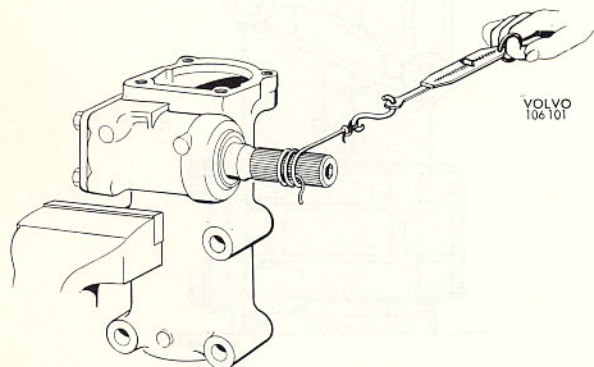
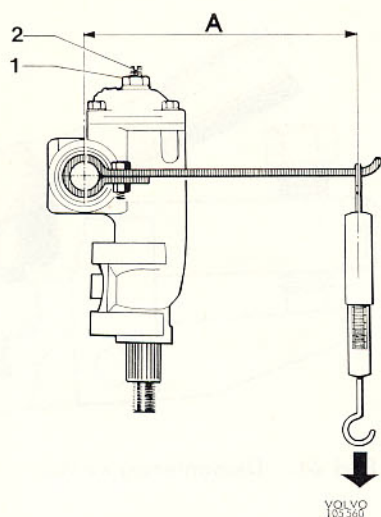

Bild 53. Kontroll av lageransättning
Bild 56. Kontroll av förspänning, skruv-rulle
4. Montera styrskraven med lager i huset försiktigt så att inte tätningsringen skadas. Fäst styrhuset i ett skruvstycke så, att styrskraven kommer vågrätt. Montera nedre lock och bricka samt justermellanlägg av samma tjocklek som fanns tidigare. Dra fast locket under kontroll av att rattaxeln går lätt runt dock utan att glappa. Vid rätt ansättning av lagren skall det erfordras ett moment av 1—2,5 kpcm för att vrida styrskraven. Momentet mäts med snöre och fjädervåg enligt bild 53. Vågen skall ge ett utslag av 1—2,5 kp. I annat fall justeras genom att lägga till eller ta bort mellanlägg.
mittläget. Inställning av "tryckpunkten" kan mätas på olika sätt. Sker mätningen med snöre och fjäder, jämför bild 53, skall vågen ge ett utslag av 8—14 kp när den drar styrskraven över mittläget. Med svängjärn och fjädervåg enligt bild 56 skall vågen ge ett utslag av 0,4—0,7 kp. När rätt ansättning erhållits låses justerskraven med stoppmuttern. Upprepa provet sedan stoppmuttern dragits fast.